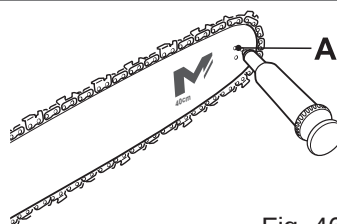

Fig. 46
- > Procurez-vous un pistolet de graissage jetable; insérez la pointe dans le trou de graissage (Fig. 46, A) et injectez l'huile jusqu'à ce qu'elle déborde du trou du pignon [5] (Fig. 46).